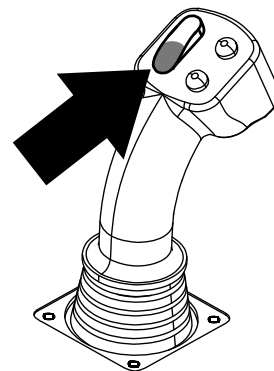
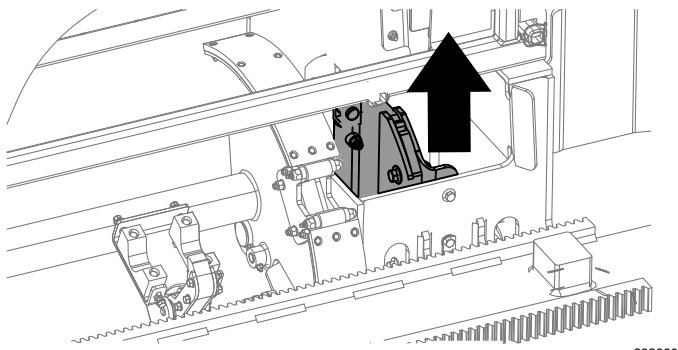

Figure 21
Figure 22
11. Maintenez le bas de l'interrupteur à bascule enfoncé (Figure 21) jusqu'à ce que l'élévateur remplace la tige dans le porte-tiges et que la came revienne à la position de repos (Figure 22).